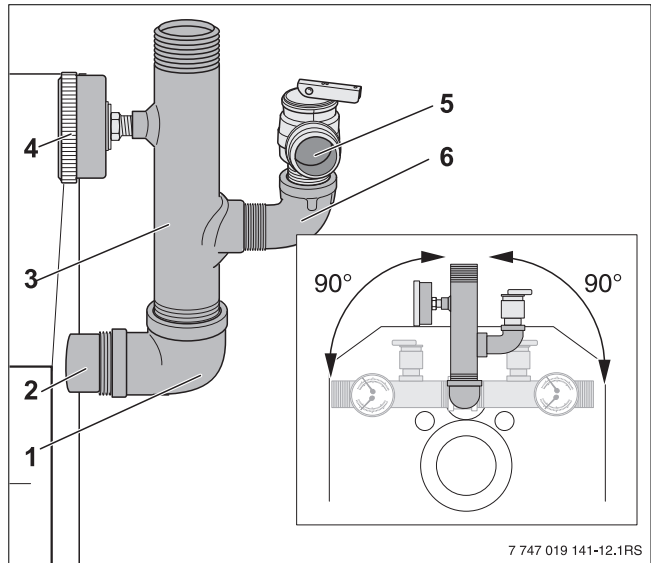

Fig. 14 Installation du kit B
- ▶ Etanchéifier l'élément intermédiaire de départ sur le coude 90°. L'élément intermédiaire peut être monté dans différentes directions (→ fig. 14).
- ▶ Fermer le raccordement pour la soupape de sécurité (→ fig. 14 Installation du kit B, page 20) et tous les autres raccords ouverts à l'aide d'un capuchon borgne.
- ▶ Installer la soupape de sécurité (→ fig. 14 « Installation du kit B », page 20).